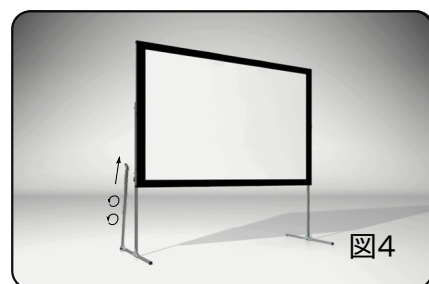
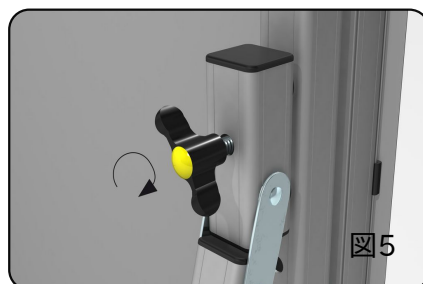
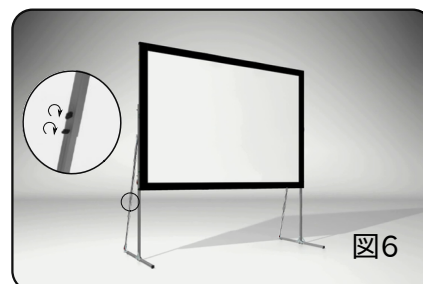

図4
図5
図6
● 図1～図5の順にフレームを組み立てます。
● 関節部は図6～図7のようにフレームをまっすぐにすると自動的にロックします。
- 縦・横方向のクリップを図4の順で図5のようにフレームの溝に掛けていきます。
- AT-Legスタンド使用の場合は図4～図6のようにサーポートバーを固定してください。